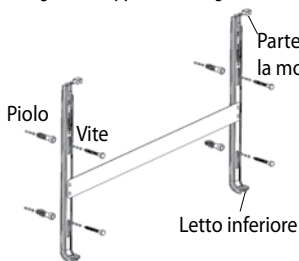
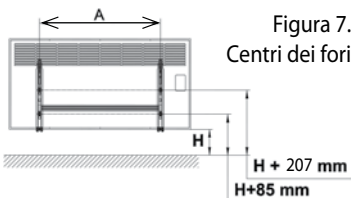

Figura 5. Ganci da appendere
Figura 7.
2. Bisogna stabilire per bene la distanza alla presa, per non creare una tensione sul cavo di spina del Termoconvettore col Pannello Elettronico. Una volta scelto il posto, bisogna segnare i centri di perforazione secondo le misure della Figura 7. Per questa operazione si può usare i ganci da appendere della Figura 5 come dima. Per segnare i ganci da appendere, bisogna appoggiarli sul muro, poi toccare con una matita i fori ovali in modo tale da trattenere il termoconvettore al minimo a 100 mm e al massimo a 200 mm di altezza dal pavimento (quello consigliato).